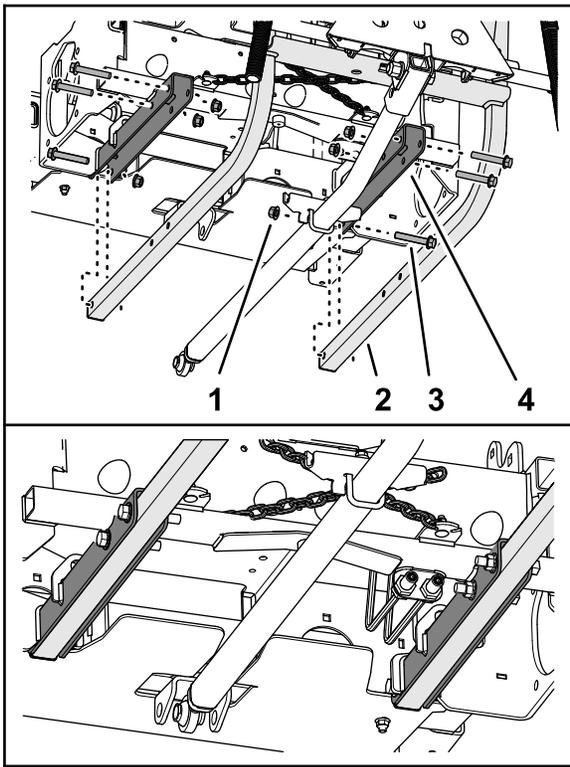

Figura 12
- Levante la parte trasera del bastidor de elevación del apero trasero para alinear los orificios de los tubos del bastidor de elevación con los orificios de los perfiles del bastidor trasero (Figura 12).